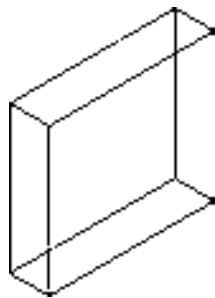

图 3-112 三维效果
4) 将当前视图转换为“西南等轴测视图”，查看矩形立面的三维效果，如图3-112所示。